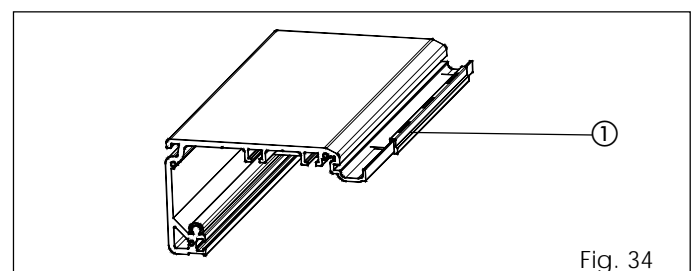

Fig. 34
- Inserire sul bordo esterno del profilo di sostegno 3 distanziali (fig. 34 rif. ①), posizionandoli alle estremità e centralmente.